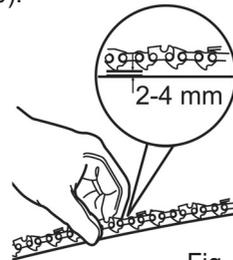

Fig. 10
- > Tendez délicatement la vis de tension [6] jusqu'à ce que les maillons d'entraînement touchent juste le bord inférieur du guide-chaîne [4] (Fig. 10).
- > Testez la tension de la chaîne [3] en soulevant la chaîne d'une main sans tenir l'appareil avec l'autre main. La chaîne est suffisamment tendue quand elle peut être décollée de 2-4 mm au niveau du milieu du guide-chaîne [4] (Fig. 10).